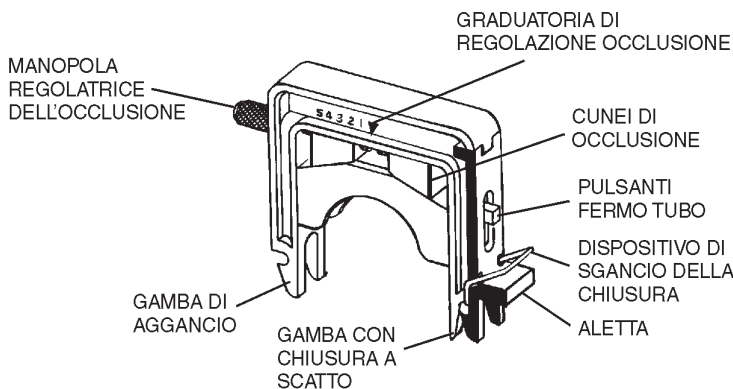

FIGURA 5 ASSIEME CARTUCCIA
1. Girare la manopola regolatrice dell'occlusione in senso antiorario fino ad ottenere la massima apertura (vedi Figura 5). Questa operazione non è necessaria quando l'occlusione è regolata secondo l'impostazione di fabbrica o se l'occlusione è stata già regolata correttamente durante un'operazione di pompaggio precedente.
5. Spostare la cartuccia con il tubo sopra il rotore e premere in basso sull'aletta (vedi Figura 5) finché la chiusura non si chiude con uno scatto (vedi Figura 7E). **Nota:** premere la cartuccia quanto basta, come indicato nella Figura 7E per facilitare l'aggancio e lo sgancio.
2. Spingere in giù sul lato della chiusura della cartuccia (vedi Figura 7E) e tirare in fuori la gamba della chiusura per sganciarla dall'asta. Per facilitare l'operazione, premere il dispositivo di sgancio della chiusura (vedi Figura 5).
(4) Pompaggio bidirezionale